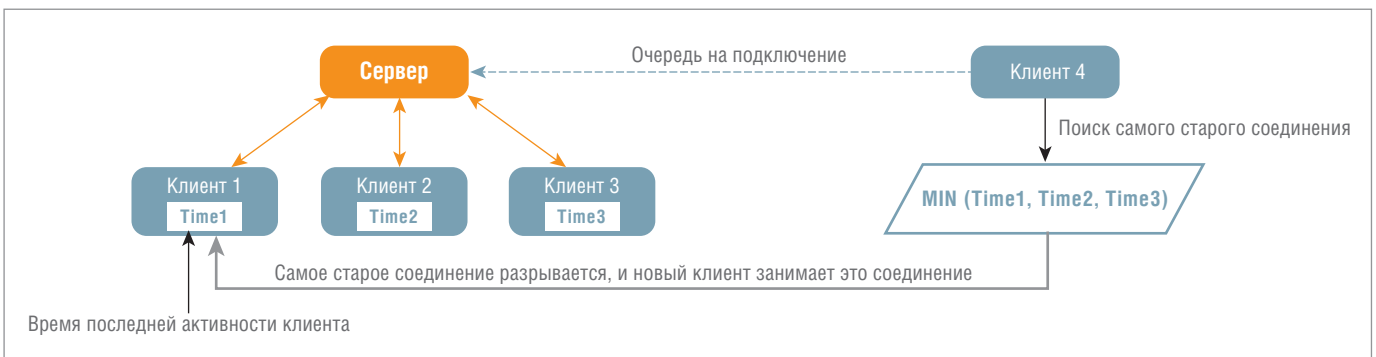

Рис. 7. Обработка подключения нового клиента
2. Программа может не закрывать клиентский сокет, а сохранить установленное соединение. В этом случае, один раз установив соединение, клиент будет постоянно отправлять и получать данные от сервера. Такой режим работы более эффективный, но может возникнуть ситуация, когда все клиентские соединения будут заняты и новый клиент не сможет подключиться к серверу. Решить данную ситуацию можно различными способами. Один из вариантов — наблюдать за последним временем активности клиентских сокетов и отключать самое старое соединение в случае, если в очереди обнаружился новый клиент (рис. 7).